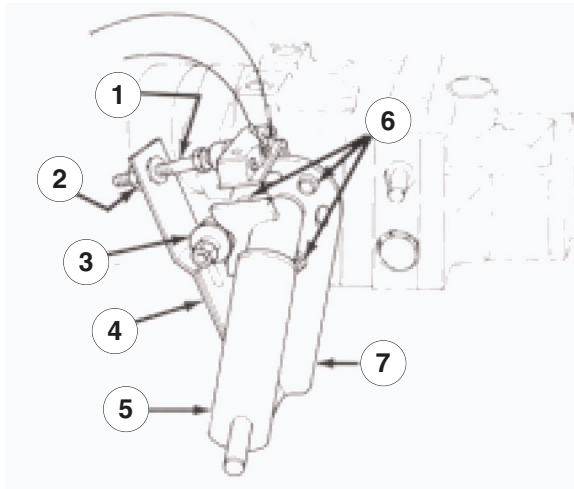

Bild 37
1. Stellen Sie die Maschine auf einer ebenen Fläche ab und stoppen Sie den Motor. Ziehen Sie die Feststellbremse an, kippen Sie den Sitz nach vorne und betätigen Sie den Pumphebel (Bild 37), um sicherzustellen, dass die Gruppe ordnungsgemäß positioniert und funktionstüchtig ist. Korrigieren Sie etwaige Abweichungen.
6. Da sich das Rad dreht, muss die Pumpenplatte eingestellt werden. Vor dem Einstellen der Pumpenplatte stellen Sie den Gashebel auf LANGSAM. Wenn sich das Rad nach vorne dreht, lösen Sie die Kopfmuttern und bewegen Sie die Unterseite der Pumpenplatte ein wenig entgegen den Uhrzeigersinn (Bild 37). Wenn sich
das Rad jedoch nach hinten dreht, bewegen Sie die Pumpenplatte im Uhrzeigersinn (Bild 37). Sobald sich das Rad nicht mehr dreht, ziehen Sie die Kopfschrauben, mit denen die Pumpenplatte befestigt ist, zur Getriebeseite hin an. Überprüfen Sie die Einstellung mit dem Gashebel auf **LANGSAM** und auf **SCHNELL**.
- Das Kugellager ist nicht ordnungsgemäß befestigt oder abgenutzt (Bild 37).
- Laubfedern sind zu schwach oder beschädigt (Bild 37). Tauschen Sie sie aus.
2. Betätigen Sie den Pumphebel (Bild 37), um sicherzustellen, dass alle Teile ordnungsgemäß funktionieren und richtig positioniert sind.
3. Lösen Sie dann die Klemmmutter. Drehen Sie die Schaltereinstellschraube (Bild 37), bis zwischen dem Schraubenkopf und dem Schaltknopf eine Lücke ist.